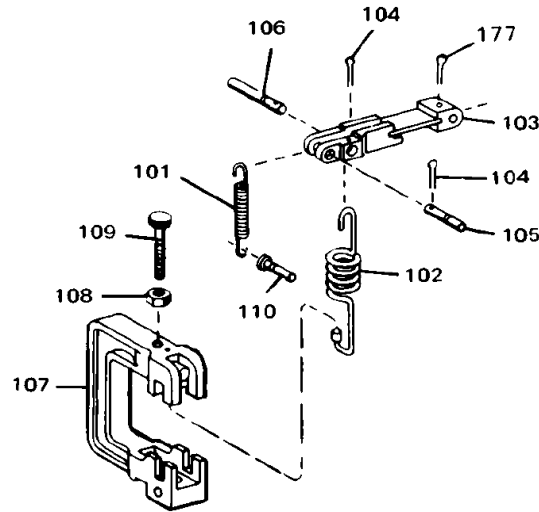

Figura 3-4. Vista despiezada del ajuste de velocidad baja
Afloje y apriete la tuerca de bloqueo (108, Figura 3-4), para ajustar el tornillo de parada de velocidad baja (109) solamente cuando se detenga el regulador. La rotación del regulador, mientras se realiza este ajuste, provoca que el émbolo de la válvula piloto se pegue al casquillo de la misma.